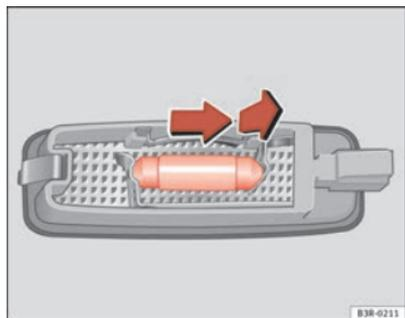

Fig. 229 Desmontaje luz del parasol
- Retire la lámpara, moviéndola en el sentido de la flecha y hacia afuera ⇒ fig. 229. ■